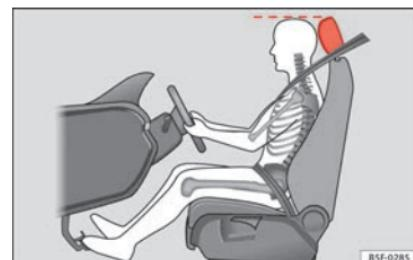

Fig. 85 Position correcte de l'appuie-tête du conducteur
- Réglez l'appuie-tête de sorte que le bord supérieur de celui-ci soit à la même hauteur que la partie supérieure de votre tête » fig. 85.